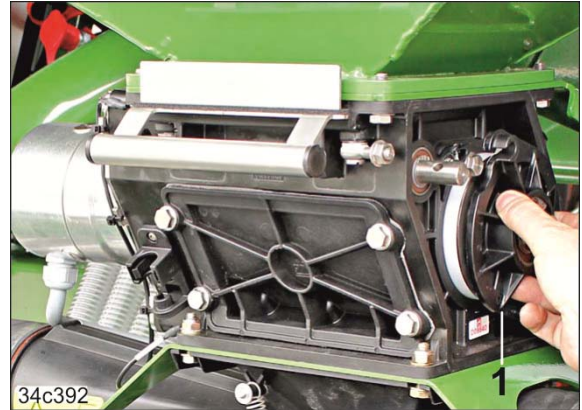

Fig. 224
- 7.2 Tourner et retirer le couvercle de palier (Fig. 224/1).